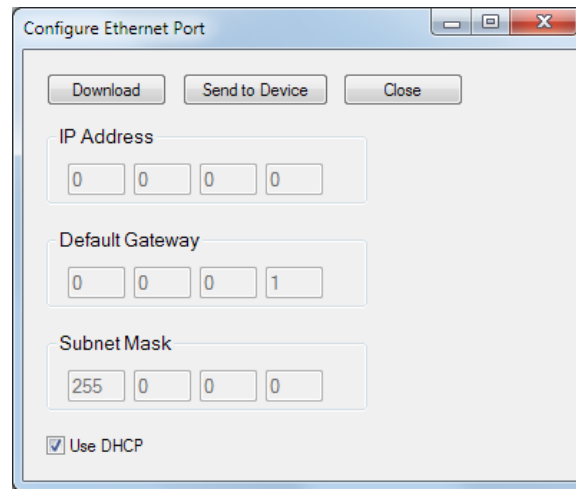

Figure 20-2. Configuration du port Ethernet
4. Sélectionnez Configurer, Ethernet dans le menu déroulant Communication. Si le DECS-150 est correctement connecté, l'écran Configuration du port Ethernet illustré dans la Figure 20-2 s'affiche.